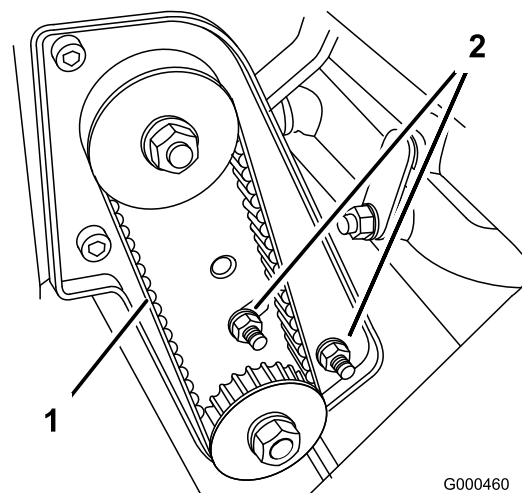

Figura 36
- A. Desaperte as porcas de montagem da caixa de mancal (Figura 36).
- C. Aperte as porcas de montagem da caixa de mancal (Figura 36). Não aperte demasiado a correia.